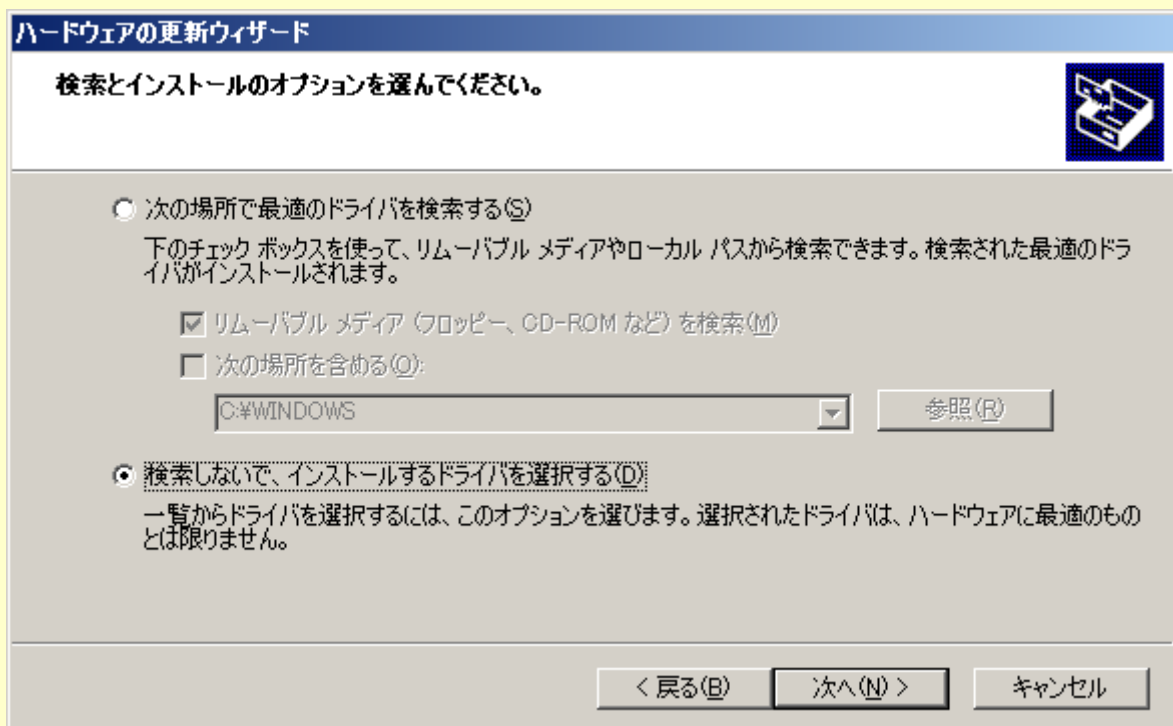

図 2-6
- ⑤ 「◎検索しないで、インストールするドライバを選択する(D)」 を選択して「次へ(N)>」を押します。(図 2-6)